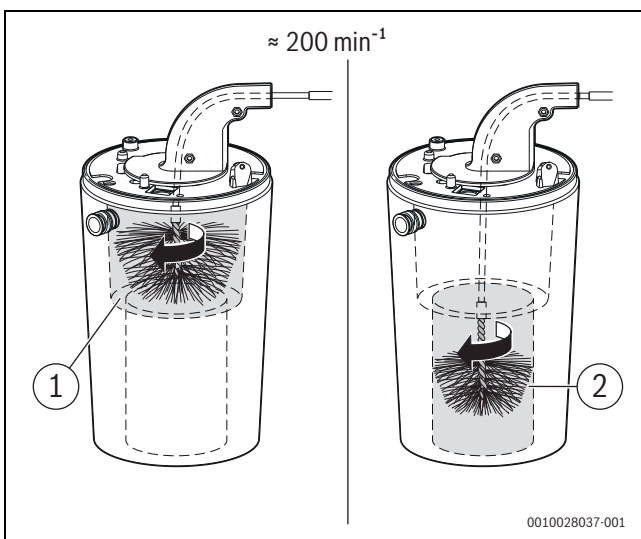

Bild 29 Wärmeblock reinigen (ca. 200 min⁻¹, nur Rechtslauf)
- ▶ Mit kleiner Bürste für den unteren Bereich wiederholen (→ Bild 29, [2]).